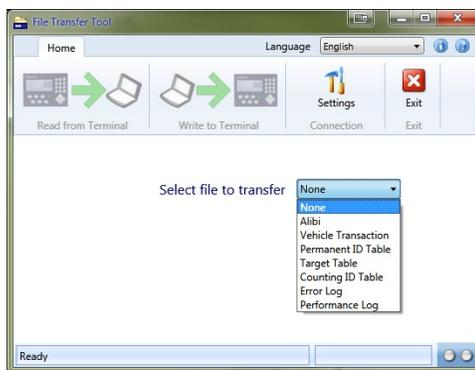

Abbildung 3-1: Dialog „Dateiauswahl“
1. Wählen Sie auf der Registerkarte „Home“ des IND246 File Transfer Tool den Dialog „Dateiauswahl“, um die vom Terminal zu lesende Datei auszuwählen (siehe Abbildung 3-1).